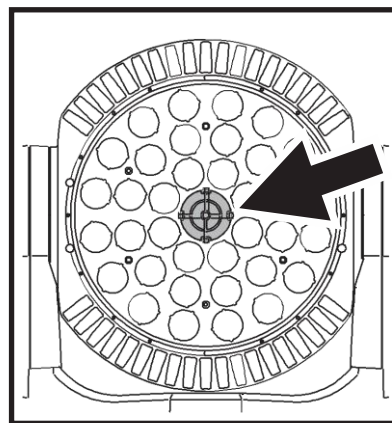

Рис. 6. Воздушный фильтр головки
2. См. рис. 6. Открепите и выньте воздушный фильтр головки, расположенный по центру платы линзы. Сполосните фильтр теплой мыльной водой и вытрите насухо. Если фильтр находится не в лучшем состоянии, замените его на новый (доступный в компании Martin, каталожный номер 62407156).